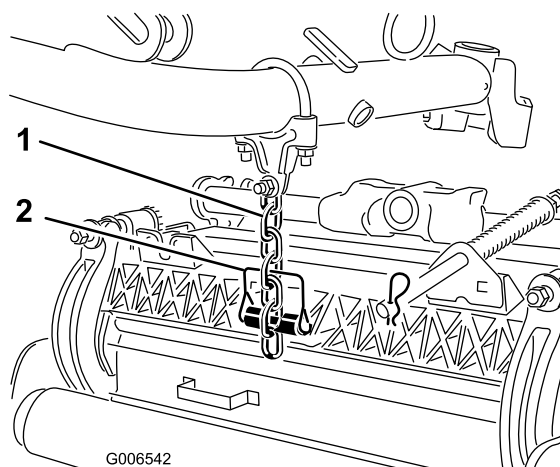

Figure 14
7. Fixez la chaîne du bras de relevage au support de chaîne du plateau de coupe (Figure 14) avec la goupille élastique comme suit .